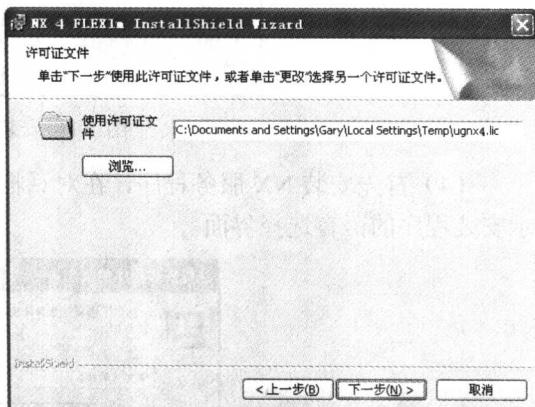

图 1-6 许可证文件界面
- (8) 单击 **下一步(N) >** 按钮进入许可证文件界面, 如图 1-6 所示。
- (9) 单击 **浏览...** 按钮选择刚才复制到硬盘的许可证文件【ugnx4.lic】的所在位置。